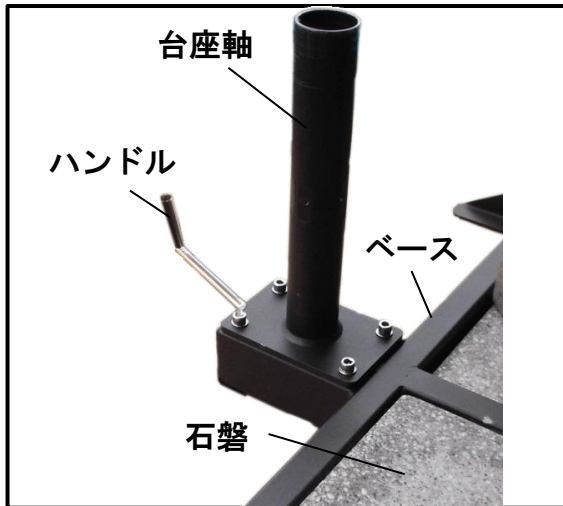

図.1
- ① 設置する場所が水平であることを確認してください。
- ② 石磐をベース (B) の上に置きます。
- ③ ベース (B) の上に台座軸 (C) を置きます。(図.1)
- ④ キャップネジ (a) にワッシャー大 (b) を通して、台座にハンドル (j) で左図のように締めます。(初めは緩めに止めて、最後にハンドル (j) でしっかりと締めます。)